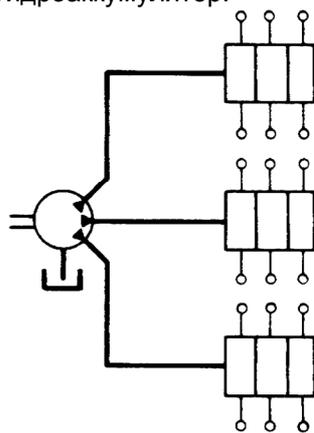

Рисунок 11
4. с многопроводным насосом и подключенными прогрессивными распределителями. Особенно выгодно использовать, если дозируемое количество выпускных отверстий насоса можно настраивать по отдельности (рисунок 11).